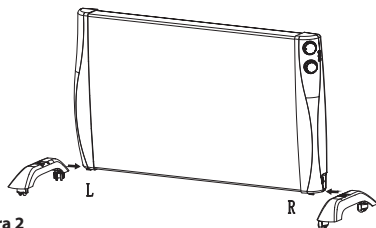

Figura 2
2. Fije los dos soportes con ruedas en el lugar de union en la parte inferior del aparato, verifique dos veces los símbolos R y L (derecho y izquierdo) (Figura 2).